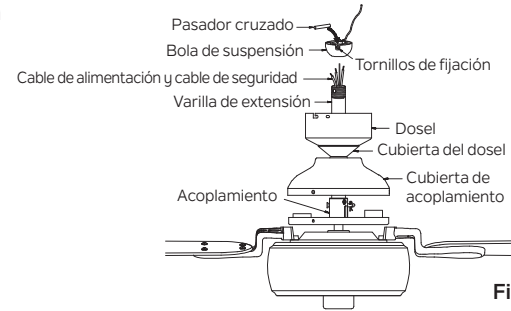

Figura 11
**Paso 8.** Deslice la cubierta del acoplamiento, la cubierta del dosel y el dosel por la varilla de extensión. (Figura 11)